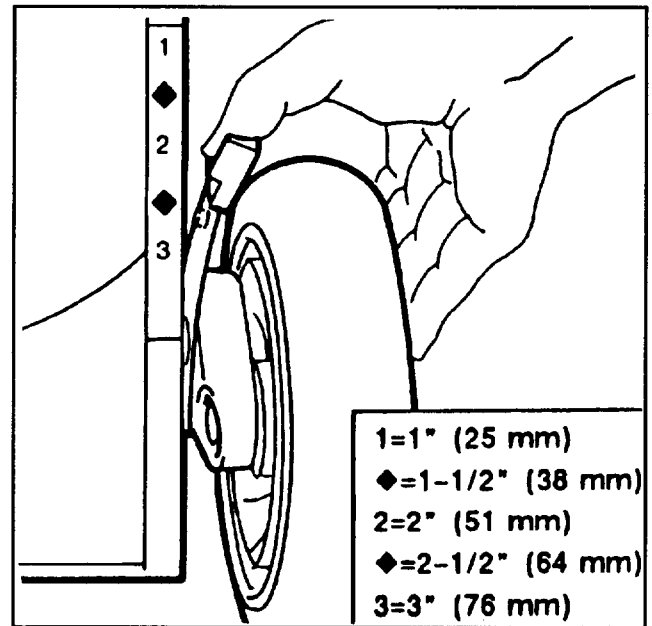

Abbildung 14
2. Zur leichteren Einstellung das Mähergehäuse anheben, damit das Rad mehr am Boden ist. Dabei nicht mit der Hand unter das Gehäuse greifen. Schnitthöhen-Einstellhebel zum Rad hin drücken und auf die gewünschte Schnitthöhe einstellen (Abb. 14). Sicherstellen, daß der Stift des Einstellhebels in die Nute am Gehäuse einrastet. Alle Räder auf die gleiche Höhe einstellen.